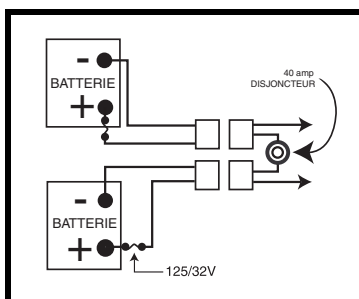

Figure 13A. Orientation des fils des batteries
7. Branchez le fil rouge à la borne positive (+) de la batterie. Voir la figure 13A.